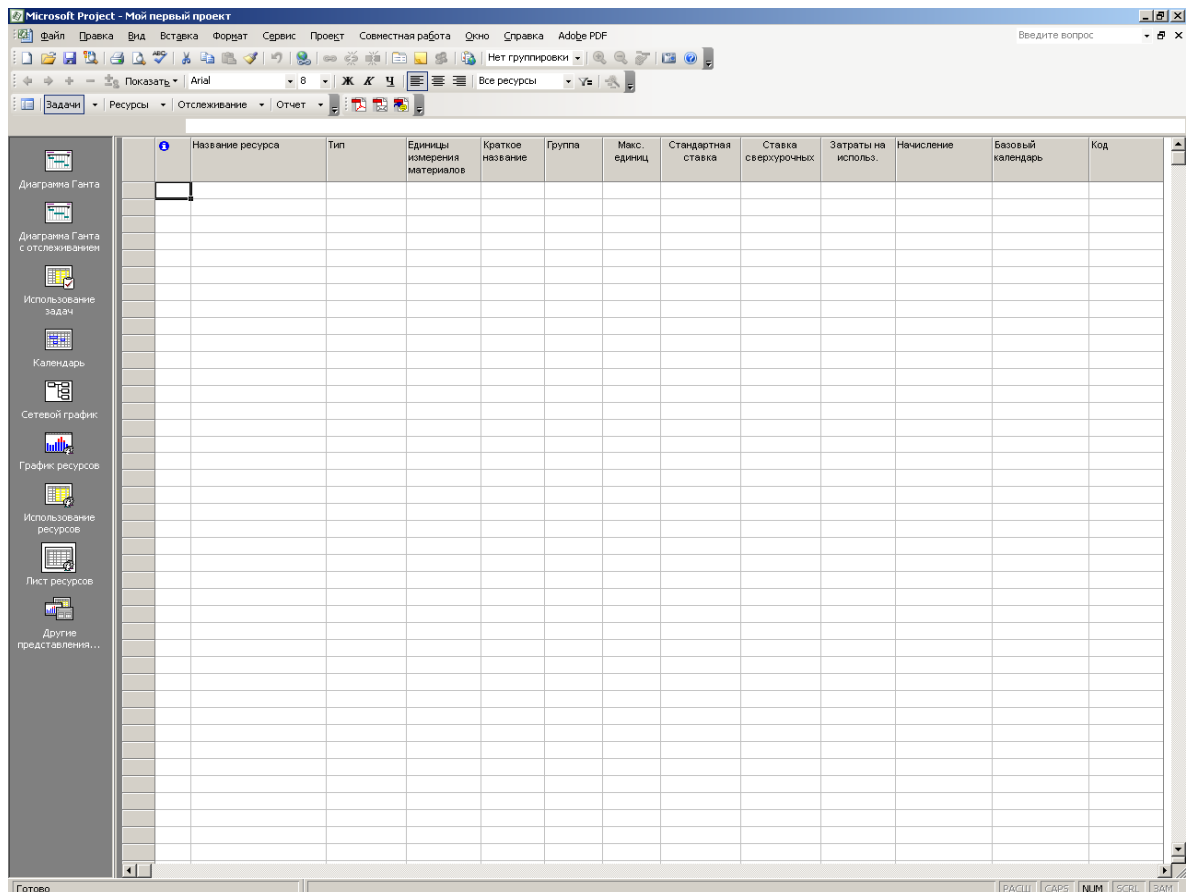

Рис. 2.33. Лист ресурсов (Resource Sheet)
- Нажмите кнопку **Resource Sheet** (Лист ресурсов)  на панели режимов (**View Bar**). На экране появится лист ресурсов (**Resource Sheet**) (рис. 2.33).